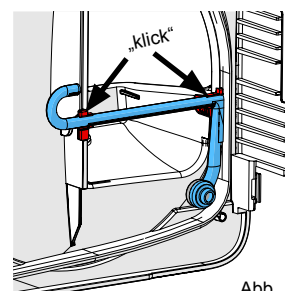

Abb. 12
- Sprührohr wieder einsetzen, dazu Sprührohr in beide Halterungen eindrücken (Abb. 12).